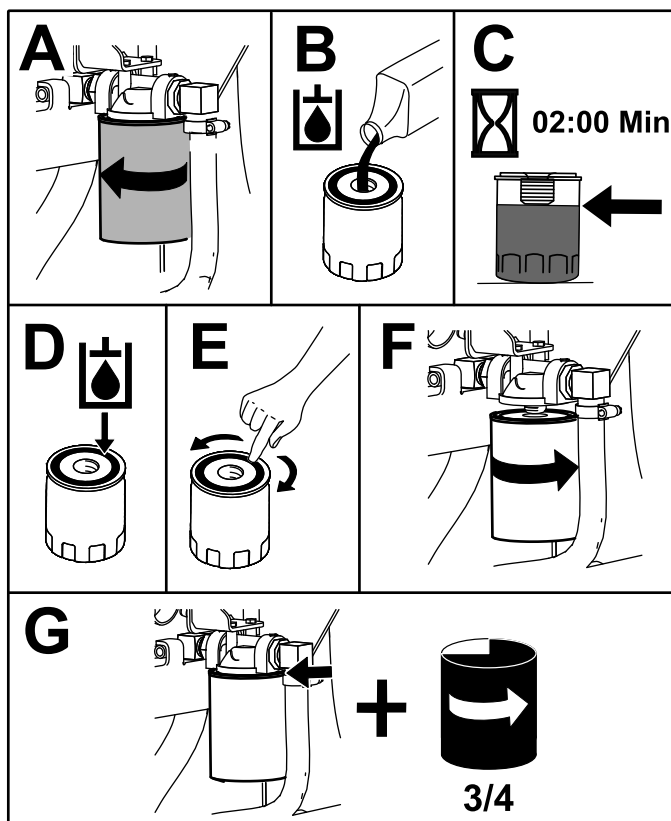

Figura 64
4. Coloque un recipiente debajo del filtro y cambie el filtro (Figura 64).